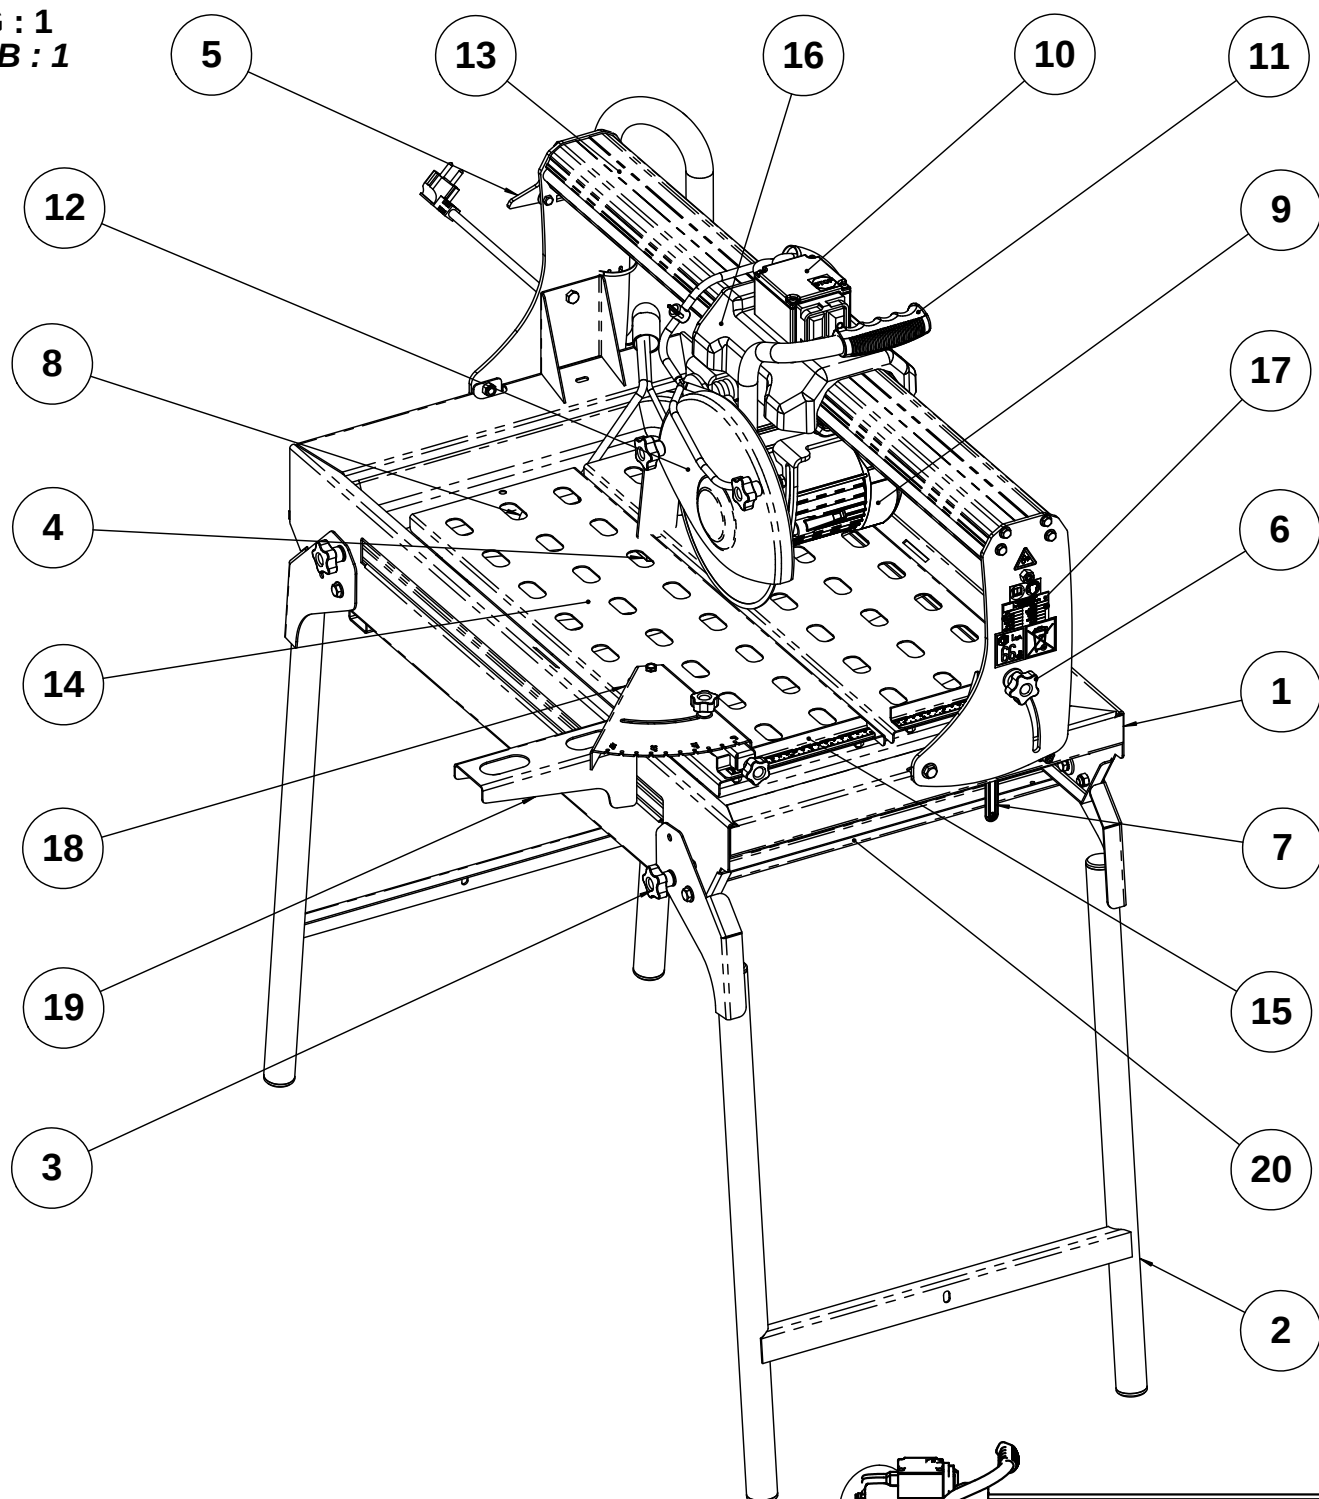

FIG : 2
- Закрепите головку машины в задней ее части, используя зажим (А) - [СМ. рис. 2]